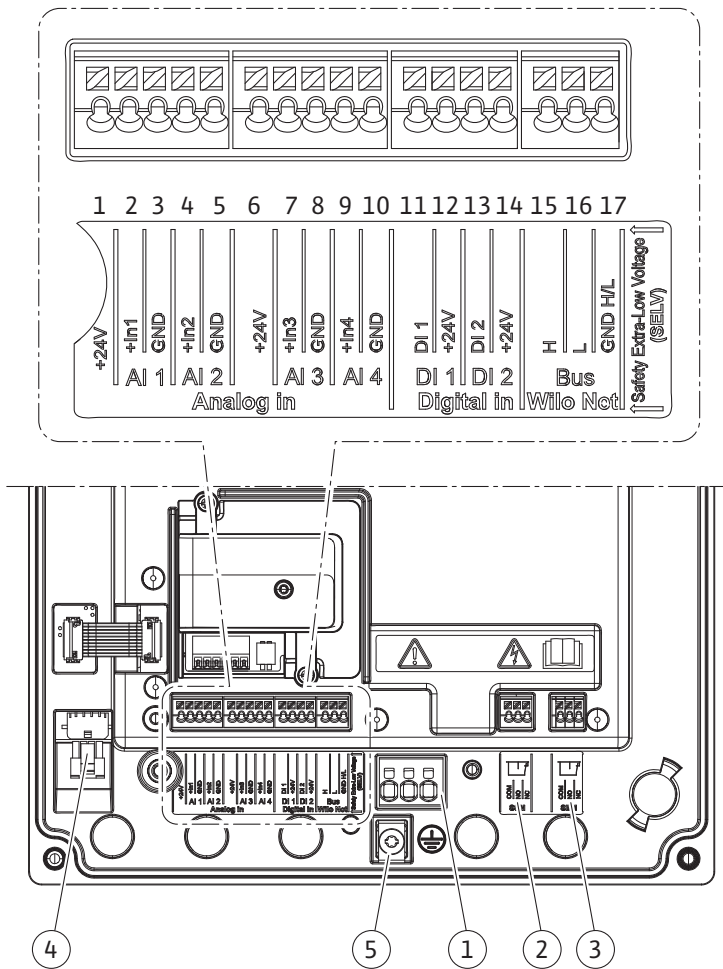
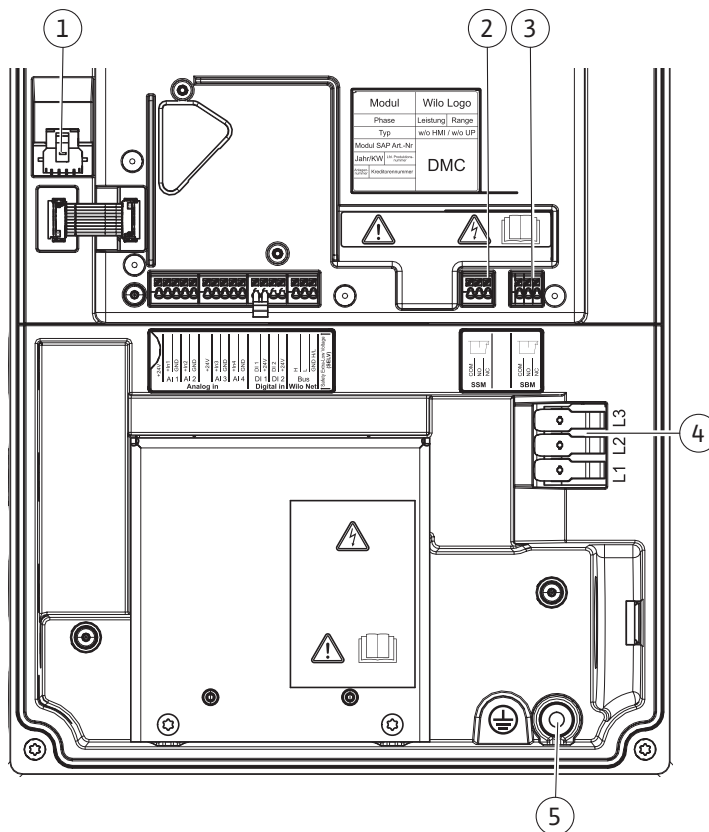

Fig. 23: Vista geral dos terminais no módulo (0,37 kW – 7,5 kW)
Fig. 24: Vista geral dos terminais no módulo (11 kW – 22 kW)
Ligação de rede (Fig. 23, pos. 1) (Fig. 24, pos. 4)
Parafuso de ligação à terra (Fig. 23/24, pos. 5)